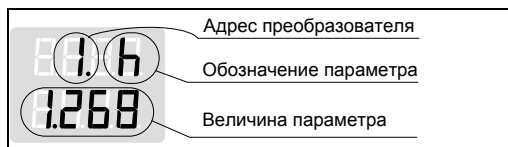

Рисунок 14
3.7.6.3 Переключение индикации происходит по аналогии с рабочим режимом (рисунок 14).